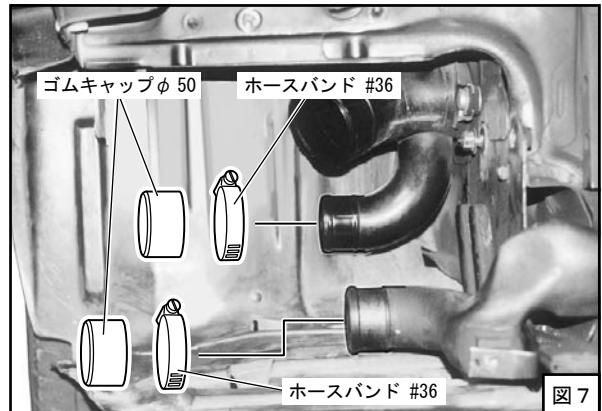

図7
(1) ゴムキャップ ϕ 50 を取付けてください。(図7)